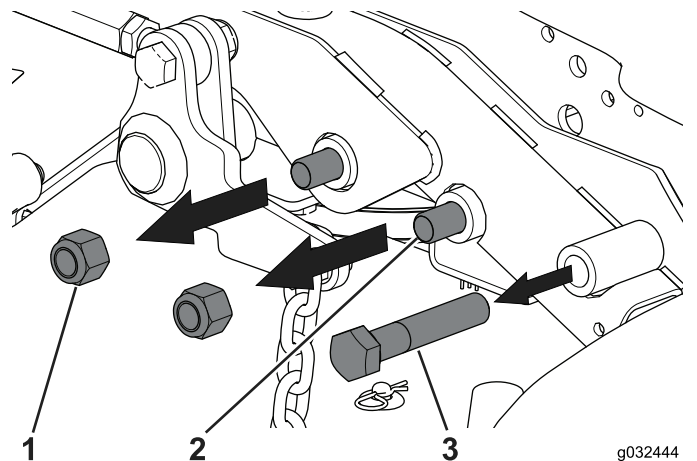
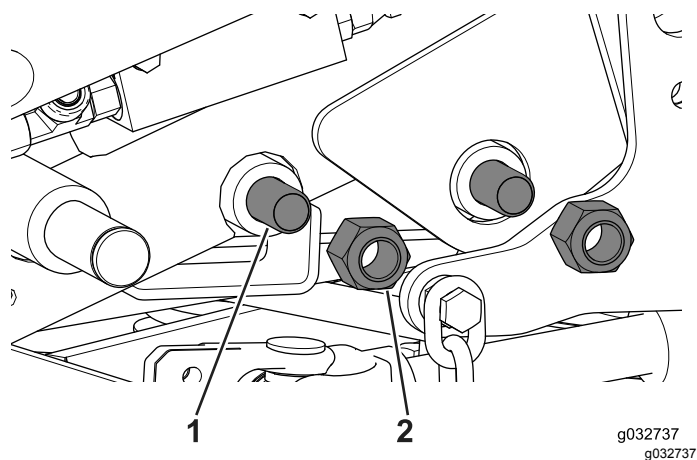

Figura 57
Figura 58
7. Retire as porcas de bloqueio e os parafusos que prendem a estrutura de verão à estrutura da máquina (Figura 57 e Figura 58).